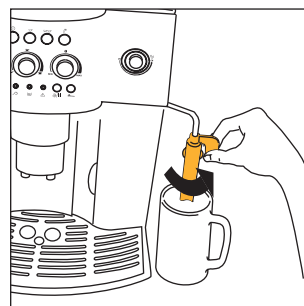
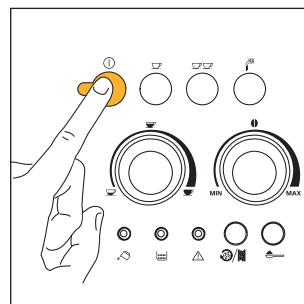
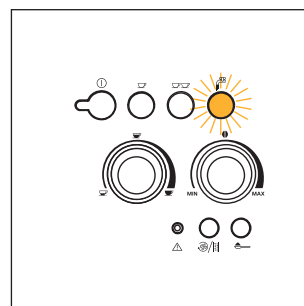

Fig. 3
Fig. 4
Fig.22
2. Vrid cappuccinoröret utåt och ställ en kopp under det (fig. 3). Sätt på maskinen genom att trycka på knappen ① (fig. 4).
- Vrid cappuccinoröret utåt (fig. 3).
- Placera en behållare under cappuccinoröret (fig. 3).
- Placera en tom behållare under cappuccinoröret (fig. 3). Vrid ångreglaget ett halvt varv motsols (kontrolllampan  börjar blinka, fig. 22). Mata ut vatten blandat med ånga i några sekunder tills bara ånga kommer ut.